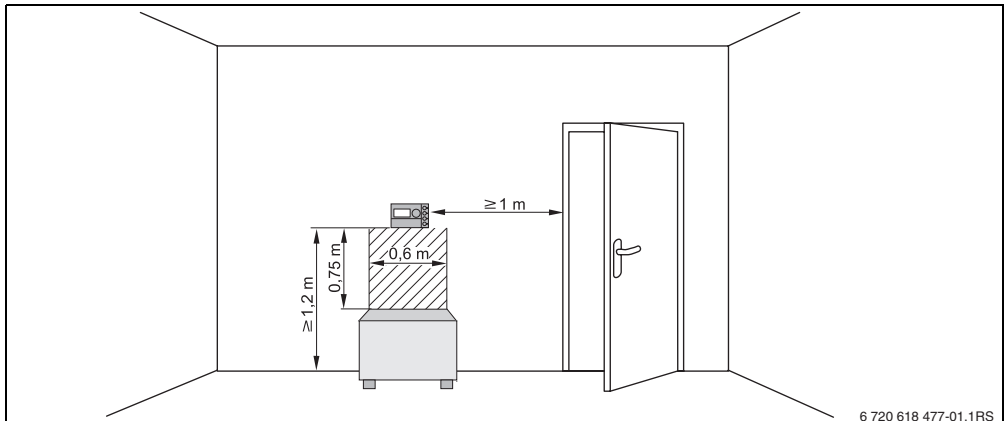

Bild 1 Mindestabstände für die Montage im Referenzraum
- Montageposition an einer Innenwand (→ Bild 1)
- Freiraum (→ Bild 1, schraffierte Fläche) unter der Bedieneinheit lassen (korrekte Temperaturmessung).